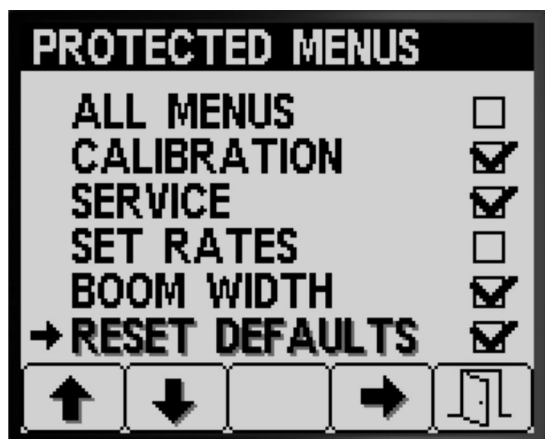

Рисунок 22
3. Нажмите кнопку 1 или 2, чтобы перейти к пункту меню, для которого вы хотите изменить защиту ПИН-кодом (Рисунок 22).
4. Нажмите кнопку 4 для выбора пункта меню (Рисунок 22).
6. Нажмите кнопку 5, чтобы сохранить эту настройку, выйти с экрана PROTECTED MENUS (Защищенные меню) и вернуться на экран DISPLAY (Дисплей) (Рисунок 22).